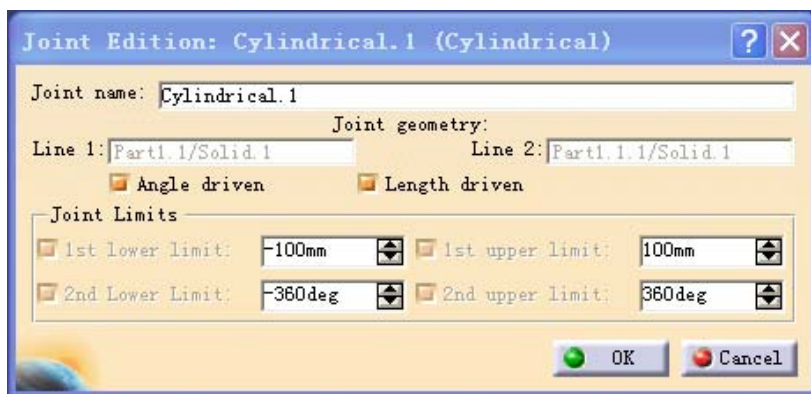

图 13-16
(4) 点击 OK 键, 用鼠标双击 Tree 中生成的 Cylindrical Joint, 点击 OK 键 (见图 13-16);